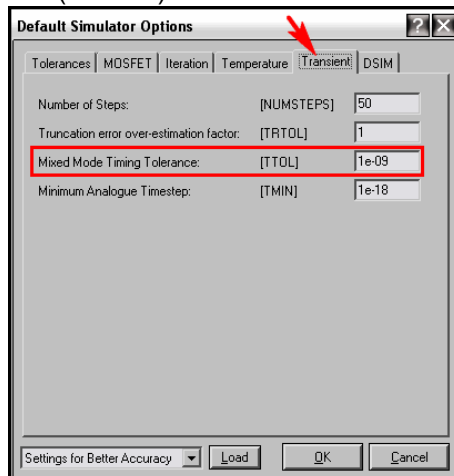

Рис.23.
**TRISE** и **TFALL** – время подъема и время спада (передний и задний фронты) выходного сигнала. По умолчанию оба равны 1наносек. Эти два временных параметра гарантировано моделируются только в случае, если глобальная переменная **TTOL** в параметрах симуляции **ISIS (System => Set Simulator Options)** меньше чем они (Рис. 23)